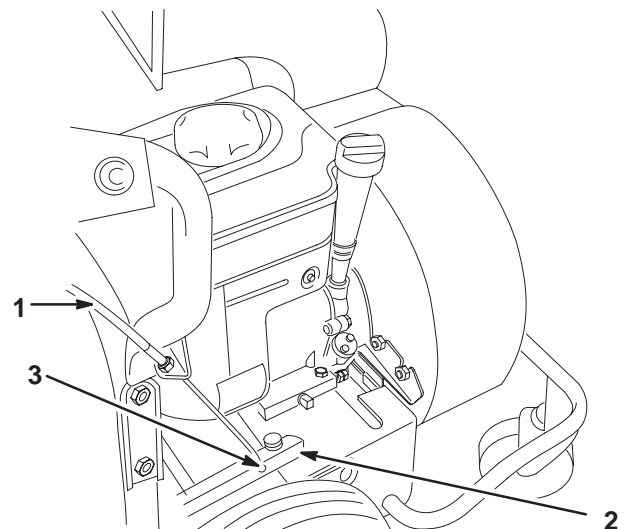

Bild 4
5. Haken Sie das untere Ende (Kugelende) des Fahr-antriebs-Bowdenzugs in den Schlüssellochschlitz am Arm der Fahr-antriebs-Schutzvorrichtung ein (Bild 4).
6. Befestigen Sie die Kugel mit einer Schraube und Mutter im Schlüssellochschlitz (Bild 4).